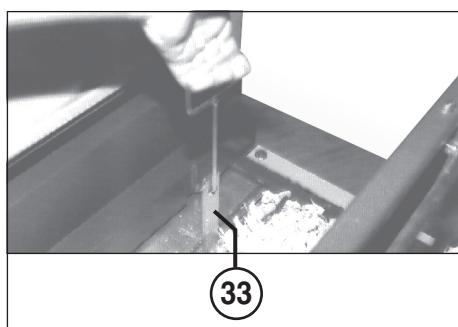

Abb. 9
(bei kleinen Teilen) (Abb. 9, 10, 11, 12 und 13)
(bei großen Teilen) (Abb. 9, 10 und 12)
ABBINDEN DES BALLENS (Abb. 9, 10, 12, 16):
3. Bänder mit Bandhebern (33) und mit Hilfe des mitgelieferten Ziehhakens bis ca. 40 cm über den Press-Stempel nach oben herausziehen (Abb. 9).